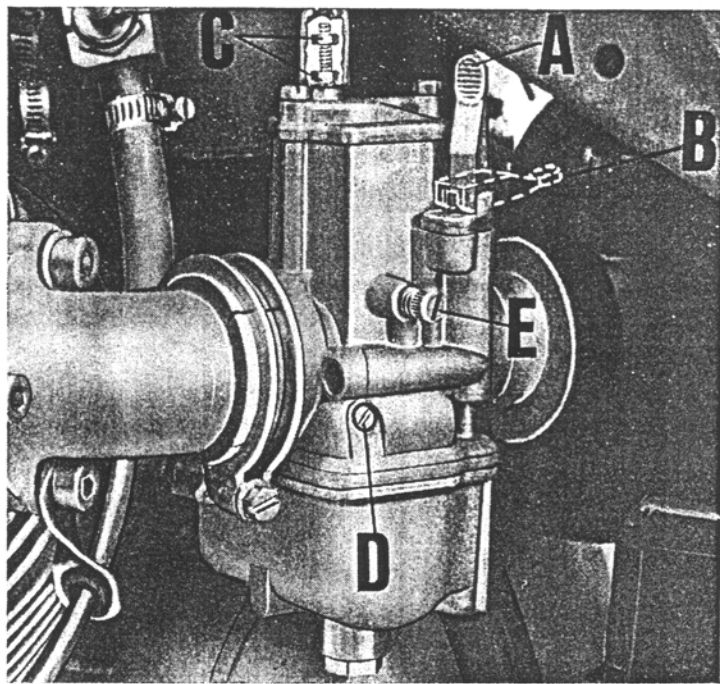

Fig. 16
CARBURATORE (vedere fig. 16)
Regolazione della carburazione (vedere fig. 16)
- 1) controllare la sincronizzazione delle valvole gas; questa operazione va eseguita con il manicotto di collegamento carburatori smontato; mentre si fa ruotare la manopola comando gas, con le dita a contatto con le valvole gas sui carburatori si dovrebbe individuare se le valvole aprono in uguale misura e nel medesimo istante; eventuali differenze di apertura vanno corrette agendo sulla vite tendifilo (vedere « C » di fig. 16) di un carburatore sino a che ruotando la manopola gas, si constata la perfetta sincronizzazione di apertura delle valvole gas.
- 2) Regolare il minimo benzina agendo sulla vite (D). Svitandola si aumenta l'afflusso di benzina, avvintandola si diminuisce. Per